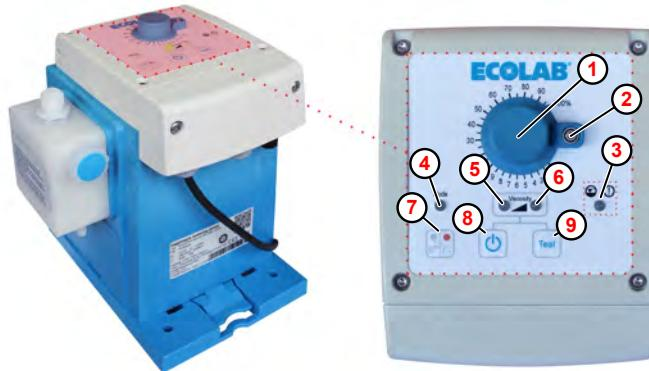

Fig. 15 : Touche Marche/Arrêt du système « EcoUp »
1. La touche Marche/Arrêt ( Fig. 15 , ⑧ ) permet de mettre la pompe en circuit et hors circuit.
*En fonction du mode de dosage sélectionné, la LED gauche ( Fig. 15 , ⑤ , viscosité basse) ou la LED droite ( Fig. 15 , ⑥ , viscosité élevée) est allumée en continu ou clignote.*
1. ➤ Lors de la première mise en marche, la pompe est réglée sur le mode de fonctionnement manuel et la LED mode de fonctionnement ( Fig. 15 , ④ ) est éteinte. La pompe démarre immédiatement après sa mise en circuit et la LED état de fonctionnement/mode de dosage ⑤ ou ⑥ s'allume en vert.
2. ➤ Appuyer sur le commutateur de mode de fonctionnement ⑦ pour basculer en mode de fonctionnement par impulsions ; dans ce cas, la LED mode de fonctionnement ④ s'allume en orange. La pompe est en veille et attend une impulsion ; la LED état de fonctionnement/mode de dosage ⑤ ou ⑥ s'allume en vert.
3. ➤ Appuyer à nouveau sur le commutateur de mode de fonctionnement ⑦ pour revenir au mode de fonctionnement manuel.